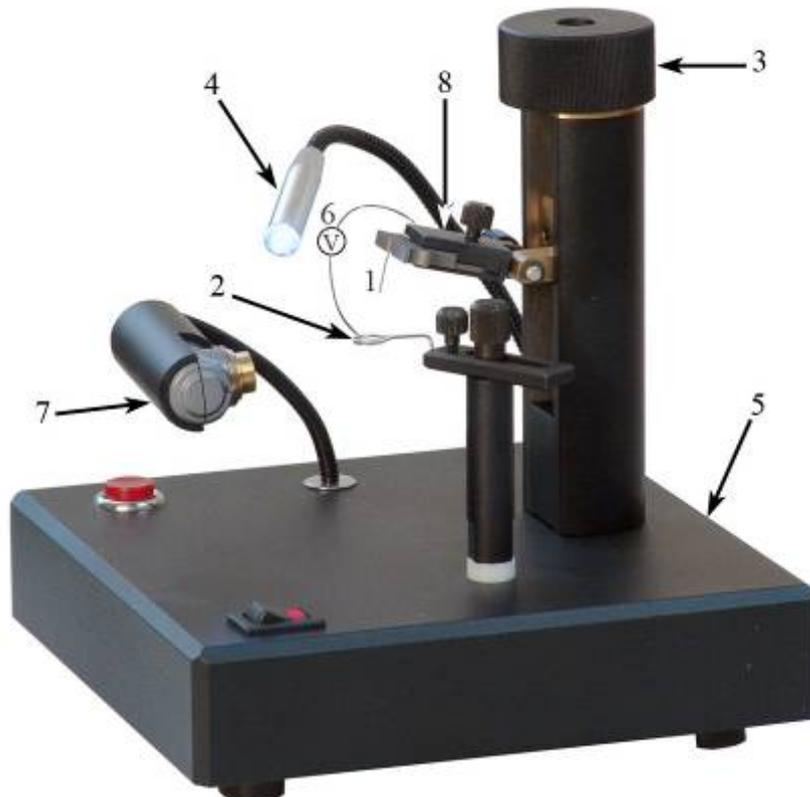

Рис. 1-17. Конструкция устройства для травления игл
На Рис. 1-17 представлено схематическое изображение УТИ. Принцип действия УТИ основан на том, что при протекании электрического тока между раствором щелочи и помещенным в нее металлом происходит электрохимический процесс травления металла, при котором атомы металла переходят в раствор. Для зондового микроскопа применяются заточенные таким способом иглы из вольфрамовой проволоки.
УТИ, показанное на Рис. 1-17, работает следующим образом:
3. Поверните кольцо 2 в сторону от держателя 8 (Рис. 1-17).
4. Вставьте датчик в держатель 8 (Рис. 1-17).